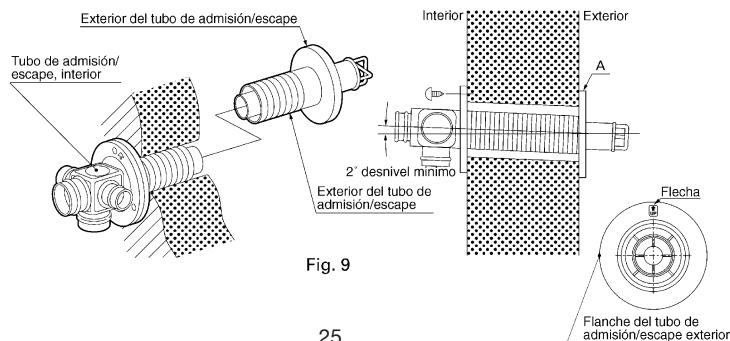

Fig. 9
- c. Desde el exterior, inserte el tubo de admisión/escape a través del agujero, asegúrelo a la pared atornillando en el mismo sentido de las manecillas del reloj. Esto asegura la parte exterior con la interior de tubo de admisión/escape (Ver Fig.9).
Asegúrese de asegurar correctamente el exterior del tubo de admisión/escape. (Como se muestra en la Fig.9)